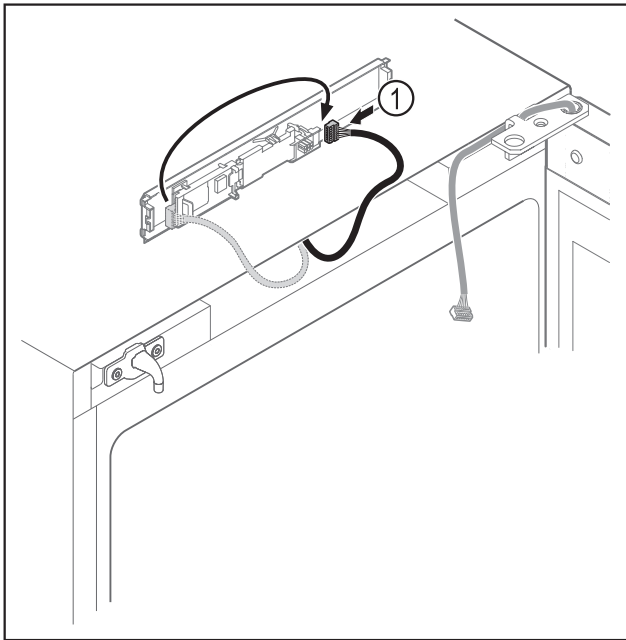

Fig. 11
- Přepojte zástrčku Fig. 11 (1) na desce.